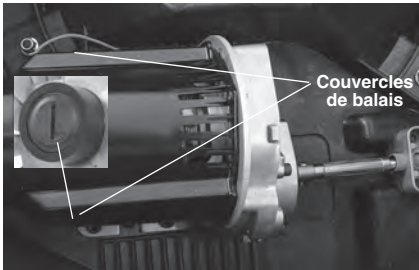

Figure 21 – Inspection et remplacement des balais moteur
2. Servez-vous d'un tournevis pour retirer les couvercles de balais (*Figure 21*), puis retirez les balais. S'ils sont endommagés ou usés au-delà de ½" (13 mm) d'épaisseur, remplacez-les.